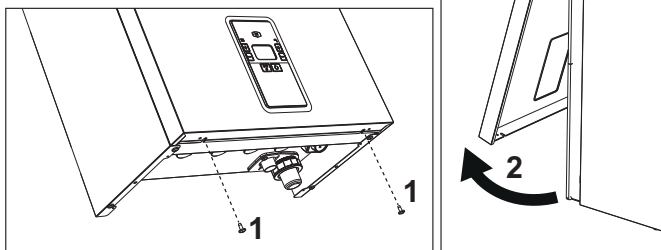

fig. 32- Apertura del panel frontal
- 1.Desenrosque los tornillos "1" (véase fig. 32).